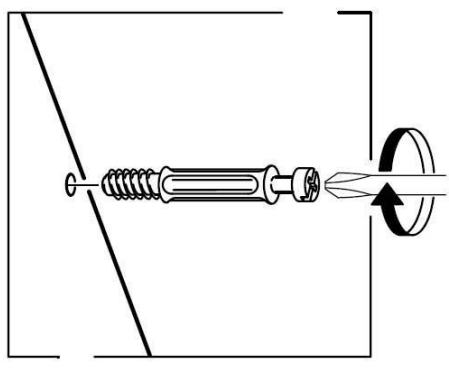

Рис. 1
1. В боковые стенки (88), (89), перегородку (92), нижний щит (91), заднюю стенку (93) в имеющиеся отверстия установить эксцентрики Rastex 15\16, таким образом, чтобы стрелка была повернута в сторону отверстия в торце.
2. В установленные муфты эксцентриковых стяжек на боковых стенках (88), (89), крышке (90), нижнем щите (91) вернуть дюбели DU644, в соседние отверстия установить шканты (рис.1 и схема сборки).